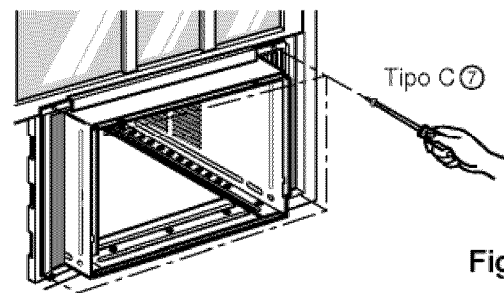

Fig. 6
- 9 Agregue cada marco de la cortina 1 de la hoja de la ventana usando tornillos 7 (Tipo C). (ver Fig. 6)